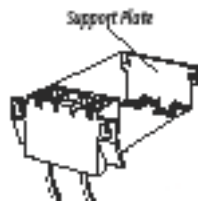

Рис. 11
3) пристегните поддерживающую платформу к задней части держателя коннекторов (рисунок 11).